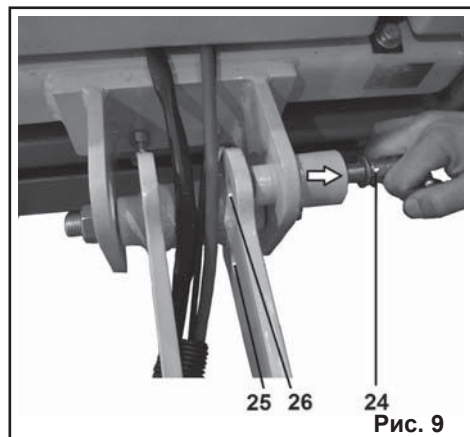

Рис. 9
7.2.2. Для установки рукоятки управления (11) (Рис. 10) в вертикальное положение потяните фиксатор (24) от кронштейна (13), поверните вокруг оси рукоятку управления (11) и совместите фиксатор (24) с отверстием (25) (Рис. 9). Зафиксируйте положение.